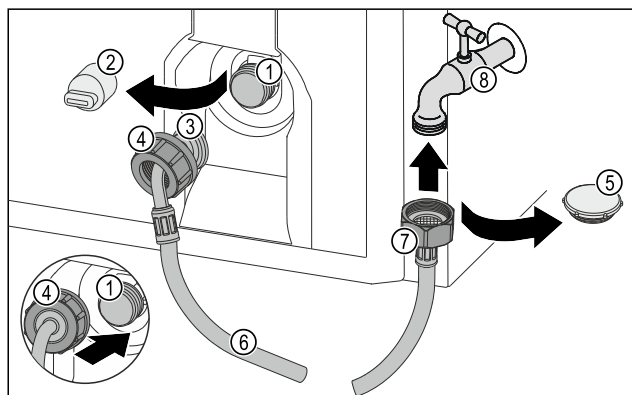

Fig. 74
- Noņemiet noslēgvāciņu Fig. 74 (5).
- Pielieciet taisno šļūtenes galu Fig. 74 (7) pie ūdens krāna Fig. 74 (8).
- Pievelciet taisnā šļūtenes gala Fig. 74 (7) uzgriezni pulksteņrādītāja kustības virzienā.